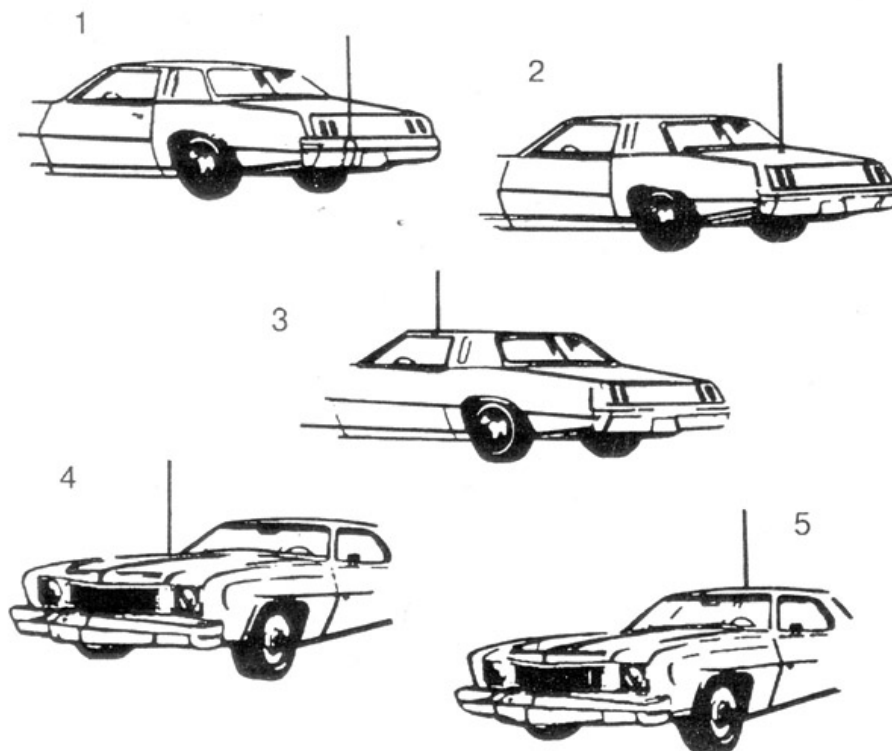

Рис. 4. Типичные места установки автомобильных антенн.
Этап 1. Вставьте радиостанцию в монтажную скобу до совмещения с фиксаторами (см. рис. 4). Установите оптимальный угол наклона корпуса радиостанции для удобства доступа.
В общем случае имеются два типа антенн для мобильных Си-Би радиостанций - полноразмерный штырь длиной 1/4 волны (2,75 м) и укороченная согласованная штыревая антенна (от 0,5 до 1,9 м). Из-за большой длины полноразмерных антенн на автомобилях применяются, в основном, укороченные антенны длиной не менее 1,2 м, в различных конструктивных исполнениях с креплением через отверстие в крыше, на кронштейне за отбортовку водостока или на магнитном основании (см. рис. 4).
На рис. 4 показаны пять типичных мест установки автомобильной антенны: (1) задний бампер, (2) задняя крышка багажника, (3) отбортовка для стока воды, (4) капот, (5) крыша.